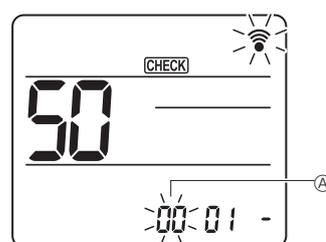

Fig. 6-17
② Indstilling af enhedsnummer
Tryk på [00]-knappen for at indstille enhedsnummeret ②. (Fig. 6-17)